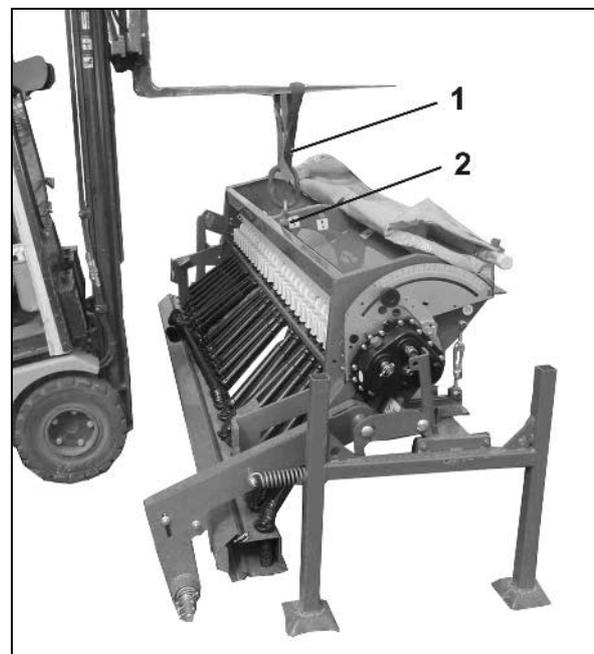

Fig. 16
3. Sécurisez la machine avec la sangle de levage (Fig. 16/1) du dispositif de levage.
Utilisez les emplacements de levage marqués (Fig. 16/2) sur la machine !